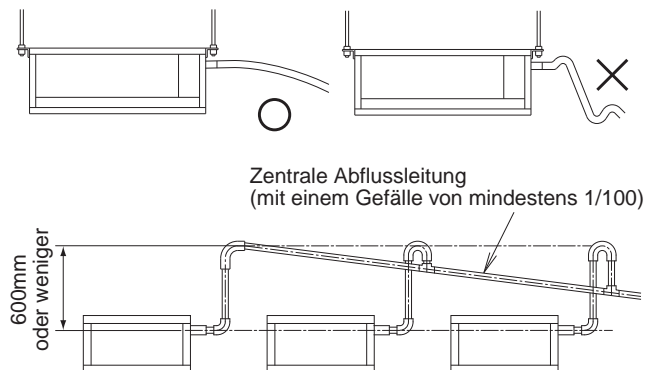

Abb. 10
(1) Installation des Kondenswasserablaufs.
- Halten Sie das Kondenswasser-Ablaufrohr so kurz wie möglich und verlegen Sie es mit einem Gefälle von mindestens 1/100, um zu verhindern, dass sich Luftblasen bilden können. (Siehe Abb. 10)
- Drehen oder knicken Sie den Ablaufschlauch (2) nicht, damit keine großen Kräfte auf ihn ausgeübt werden. (Hierdurch könnten sonst Leckstellen entstehen.)
- Verwenden Sie eine zentrale Ablaufleitung folgen Sie den Anweisungen in Abb. 10.
(2) Vergewissern Sie sich nach Abschluss der Rohrleitungsverlegearbeiten, dass das Kondenswasser auf die unten beschriebene Weise gleichmäßig ablaufen kann.